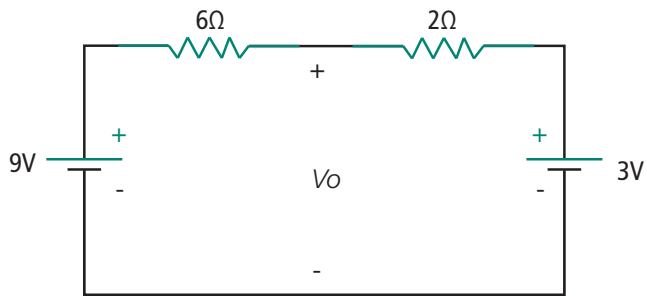

Figura 7.12: Circuito com duas fontes de tensão e incógnita de tensão
3. Determine V_o no circuito da Figura 7.12.